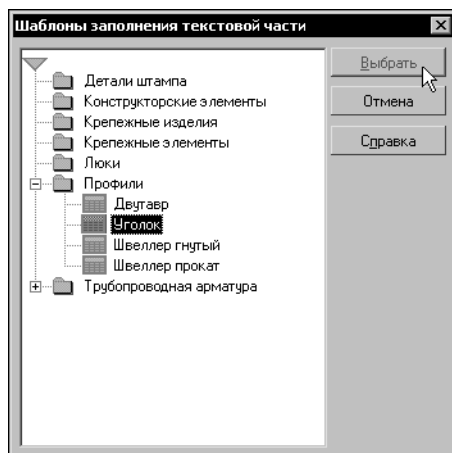

Рис. 12.9. Выбор шаблона заполнения Уголок
- В появившемся диалоге раскройте раздел **Профили** и выделите строку **Уголок** (рис. 12.9). Нажмите кнопку **Выбрать**.